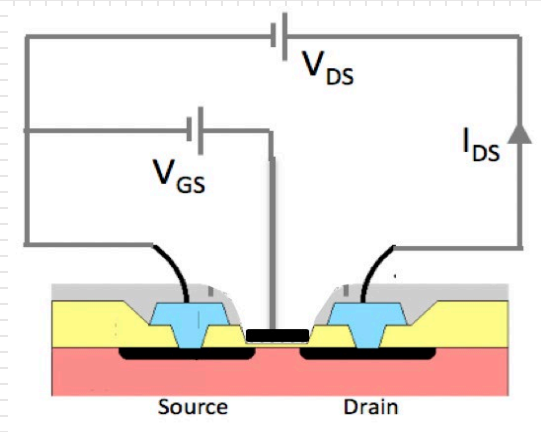

Figure 11a : MOSFET
La figure 11a montre le schéma d'un MOSFET. Le sujet de cette question est les ISFET.
- **Q11a:** Dessinez le schéma d'un ISFET (Ion Sensitive Field Effect Transistor). Comment est-ce différent du MOSFET de la figure 11a ?